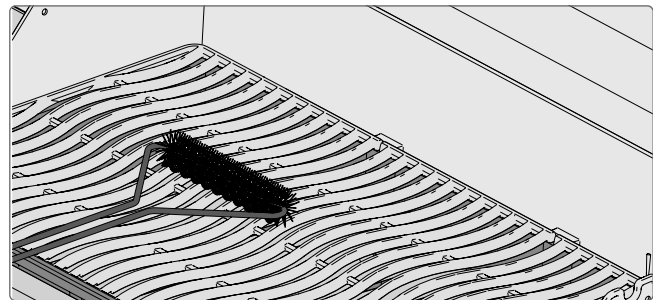

Fig. 18
- Om schoon te maken, verwarm de grill voor en gebruik een staalborstel om etensresten te verwijderen (**Fig. 18, 19, 20**).